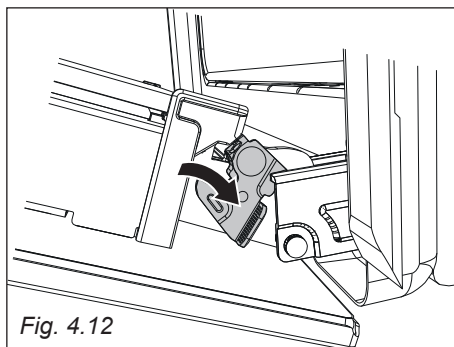

Fig. 4.12
- Premere le levette verso il basso per sganciare la porta dalle cerniere (fig. 4.12).